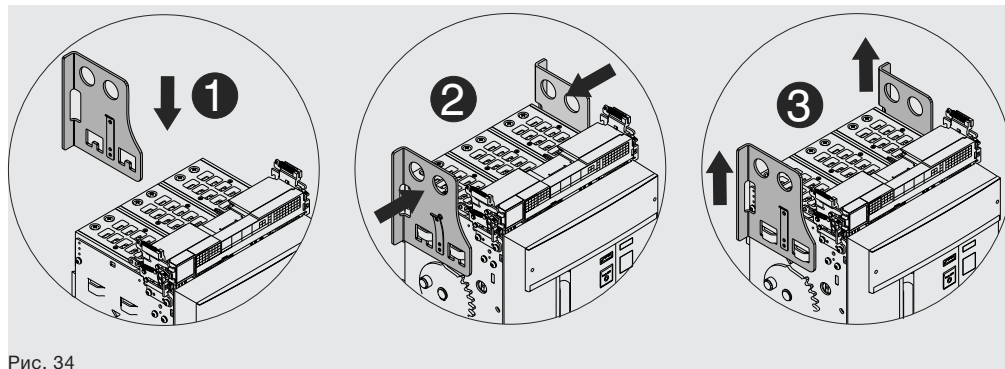

Рис. 34
1. Установите подъемные пластины на подвижной части выключателя, убедившись, что зацепы пластин надежно зафиксированы. См. Рис. 34.